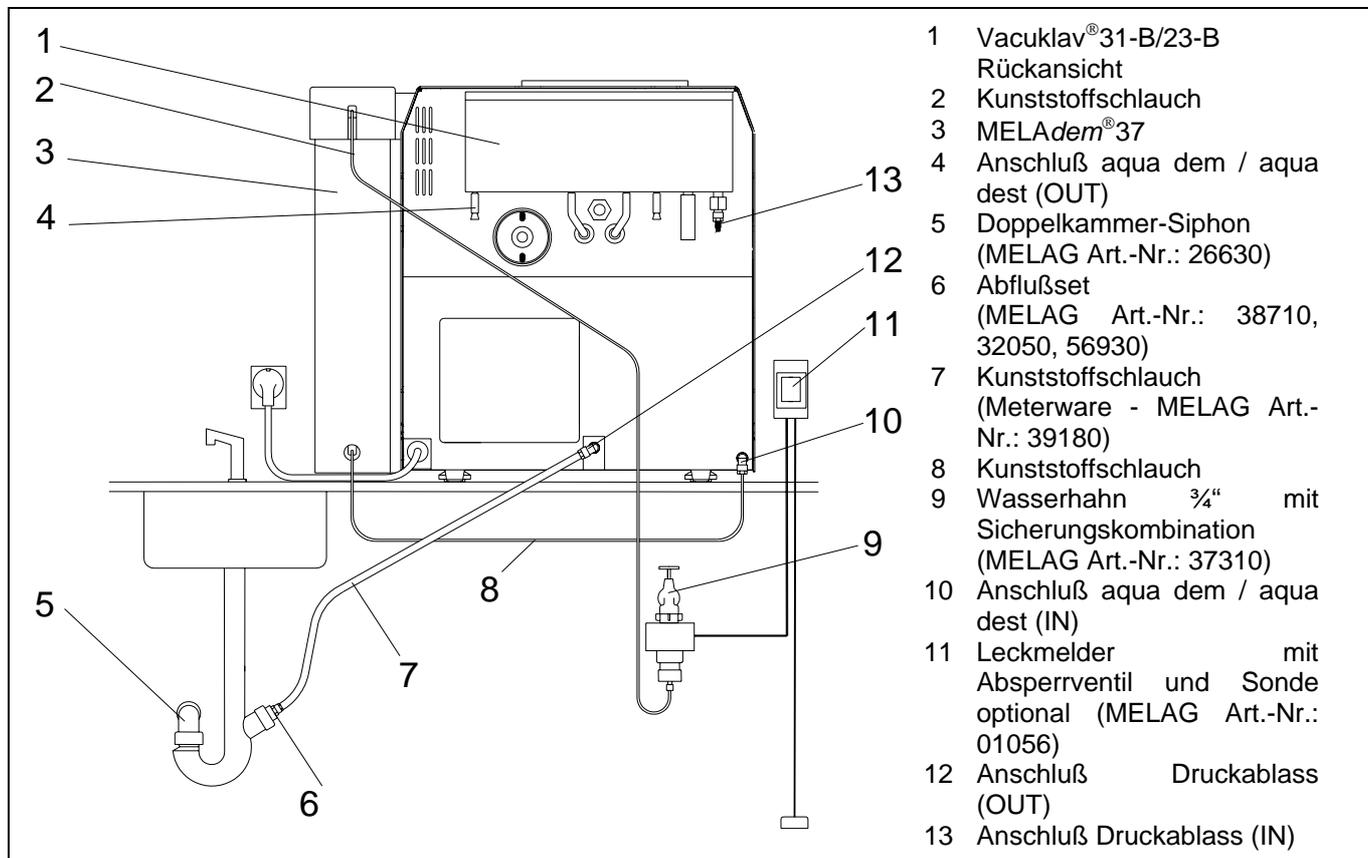

Abbildung 10: Anschluß an den Vacuklav®31-B / 23-B
1. Bei Auslieferung eines Vacuklav®31-B / 23-B ist zwischen Position (12) und (13) und zwischen (4) und (10) je eine Schlauchbrücke installiert. Bitte entfernen Sie diese und verschließen die Position (13) mit der, an MELAdem®37 mitgelieferten, Verschlusskappe (Melag Art.-Nr. 37454). Die Position (4) verschließen Sie bitte mit einem Gummi-Stopfen (Melag Art.-Nr. 31140). Der am Gerät (Standardkonfiguration) befindliche Speisewasserzulaufstutzen (10) muß gegen Art.-Nr.:53461 (ebenso wie die 2 Cu-Dichtungen Art.-Nr.:42360) wegen des anderen Schlauchdurchmessers ausgetauscht werden. In diesem Beispiel ist auch der Abwasserabfluss automatisiert. Der Einwegablaufschauch (7) wird über das Abflußset (6) mit dem Siphon (5) verbunden. Dazu muß der vorhandene Druckablaßstutzen (12) gedreht werden, wobei die 2 Cu-Dichtungen gegen neue Dichtungen ersetzt werden müssen.
2. Schließen Sie den Rohwasserzulaufschlauch (2) der MELAdem®37 an das Rohwassernetz (9) an. Siehe dazu Abschnitt 3.7.
3. Schrauben Sie den Zulaufschlauch (8), von MELAdem®37, an Verschraubung (10) an.
4. Verbinden Sie nun die Kunststoffschlauchleitung (7) mit den Schnellverschraubungen (6) und (12) (wie in Abbildung 10).